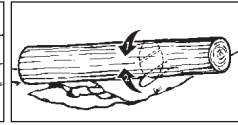

Abb. 16C
3. Stamm an beiden Enden abgestützt: Schneiden Sie zuerst 1/3 des Stammdurchmessers von oben nach unten, um ein Absplittern zu vermeiden. Schneiden Sie dann von unten auf den ersten Schnitt zu, um ein Festklemmen zu vermeiden (Abb. 16C).